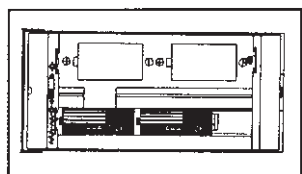

figura 1
- 2 - Coloque correctamente 2 pilas recargables (de tipo "AA", "AAA", "C" o "D") en el porta-pilas (figura 1).